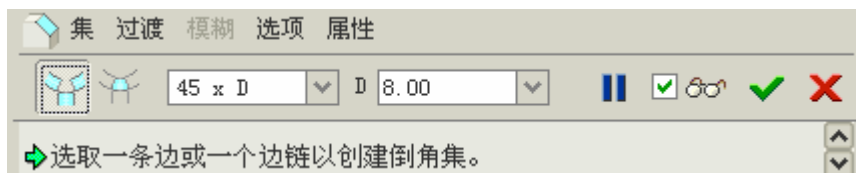

图 13-2
- (1) 单击倒角工具按钮 ，系统显示倒角特征操控板。
- (2) 选择“45×D”的倒角方式，设定 D 值为“8”，如图 13-2 所示。